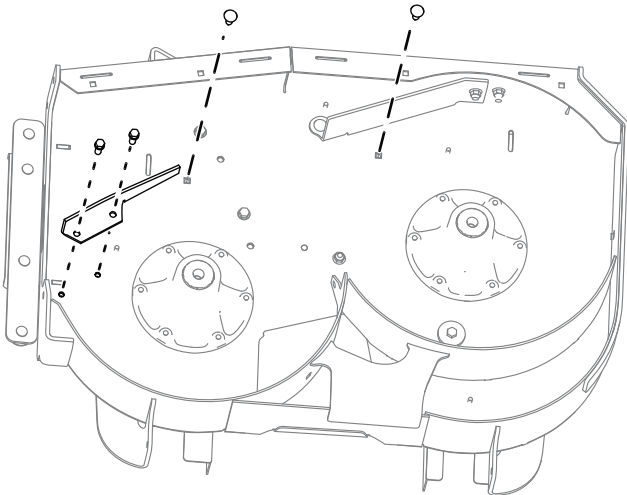

Figura 2
4. Rimuovete i 2 bulloni e dadi che fissano la protezione direzionale al piatto di taglio e rimuovete la protezione (Figura 2).